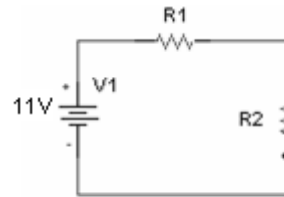

FIGURA 7
3. Apague la fuente de energía y con las resistencias utilizadas en la parte A, proceda a construir el siguiente circuito: (figura 7):